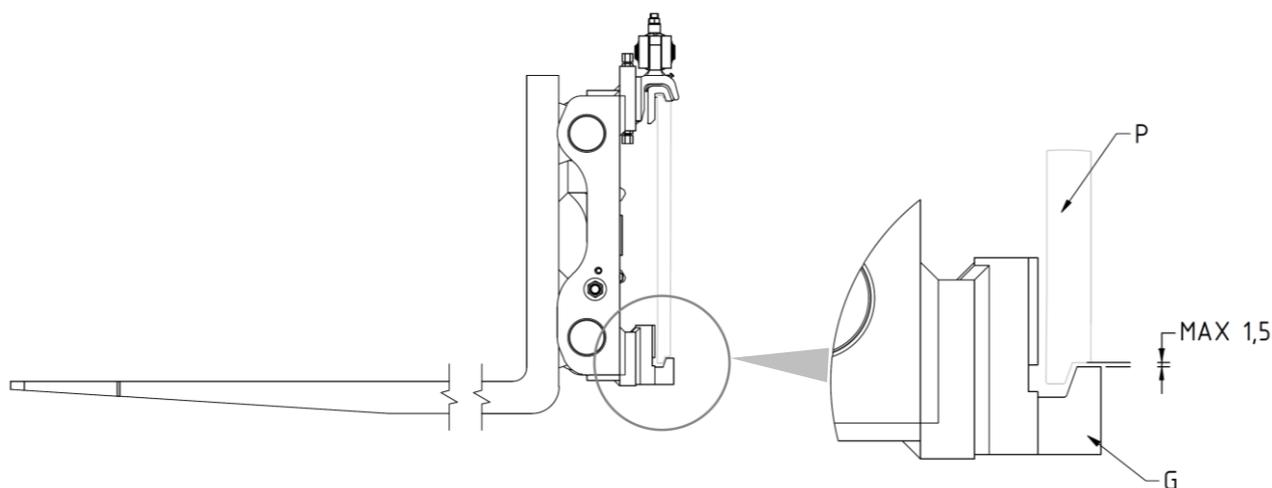

Abbildung 10
11. Schrauben Sie die 2 unteren Haken **G** wieder an, so dass sie unterhalb des Gabelträgers **P** befestigt werden (mit max. Spiel 1,5mm wie in der *Abbildung 10*); für das Anziehen bitte das in *Tabelle 4* angegebene Anzugsmoment beachten.
3. Überprüfen Sie das Spiel zwischen der Unterkante des Gabelträgers und den unteren Haken des Anbaugeräts und stellen Sie sicher, dass es den Angaben in *Abbildung 4* (auf S. 11) und in *Abbildung 10* (auf S. 16) entspricht. Arbeiten Sie gegebenenfalls daran, die Schrauben festzuziehen.